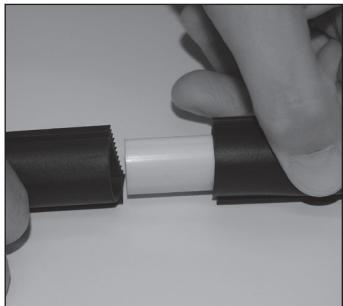
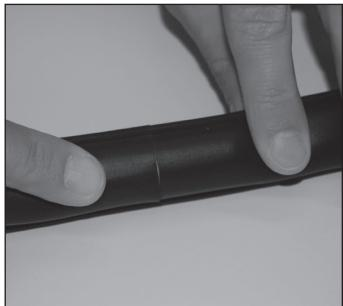

Figura 6
Figura 6a
- b. Instalar el conector de plástico suministrado con el Dique de agua en los dos extremos del dique de agua de modo que no haya espacios entre los extremos. **Figura 6 y Figura 6a**